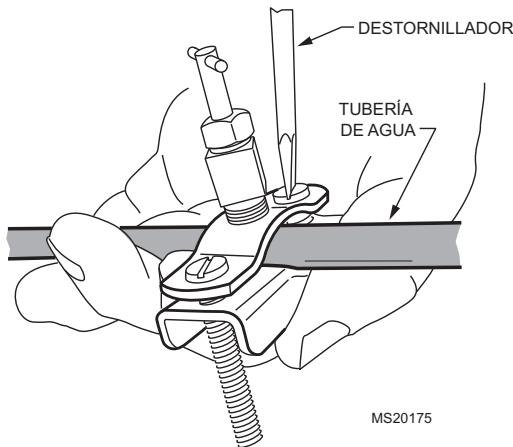

Fig. 8. Instalación de la válvula de asiento.
2. Utilice la válvula de asiento autoperforante que se incluye para insertar en la tubería de agua en la ubicación elegida. Consulte la Fig. 8. Si utiliza un tubo galvanizado, purgue la tubería y pretaladre 3/17 in (4.4 mm) para la válvula de asiento.